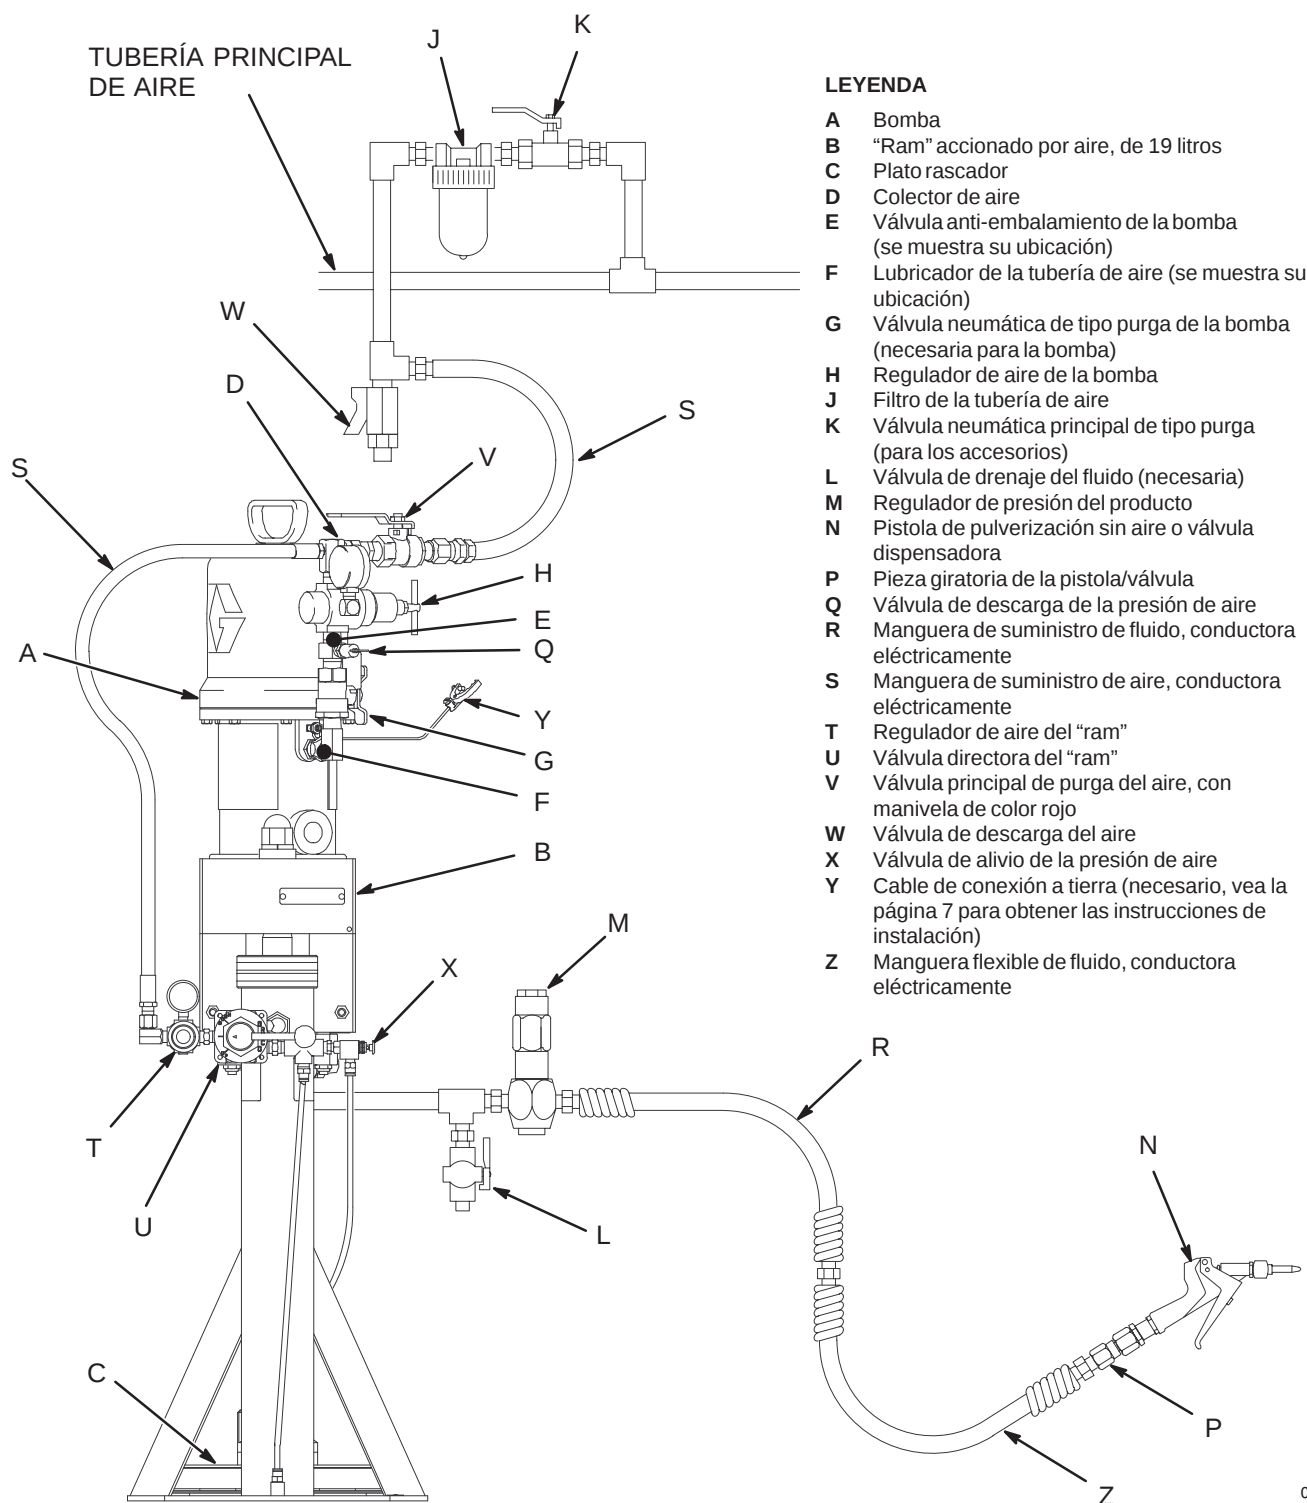

Fig. 2
La Fig. 2 se ofrece sólo como guía para la selección y la instalación de los componentes y accesorios del sistema. Contacte con su distribuidor Graco para obtener información sobre la planificación del sistema de acuerdo con sus necesidades específicas.
Consulte la Fig. 2.
Instale los siguientes accesorios en las ubicaciones mostradas en la Fig. 2, usando adaptadores según sea necesario:
- **Una válvula de drenaje del fluido (L)** es necesaria en su sistema para aliviar la presión de fluido en la manguera y en la pistola/válvula (vea la **ADVERTENCIA** de la izquierda). Enrosque la válvula de drenaje en la derivación abierta de la conexión en Te colocada en la tubería de fluido. Instale la válvula de drenaje apuntando hacia abajo, de forma que la manivela quede dirigida hacia arriba cuando se abre.
- **Un regulador de fluido (M)** que controla la presión de fluido a la pistola/válvula, y amortigua las subidas de presión.
- **Una pistola o válvula (N)** que dispense el fluido. La Fig. 2 muestra una pistola dispensadora de fluidos de alta viscosidad.
- **Una pieza giratoria para la pistola (P)** que permite el libre movimiento de la pistola/válvula.